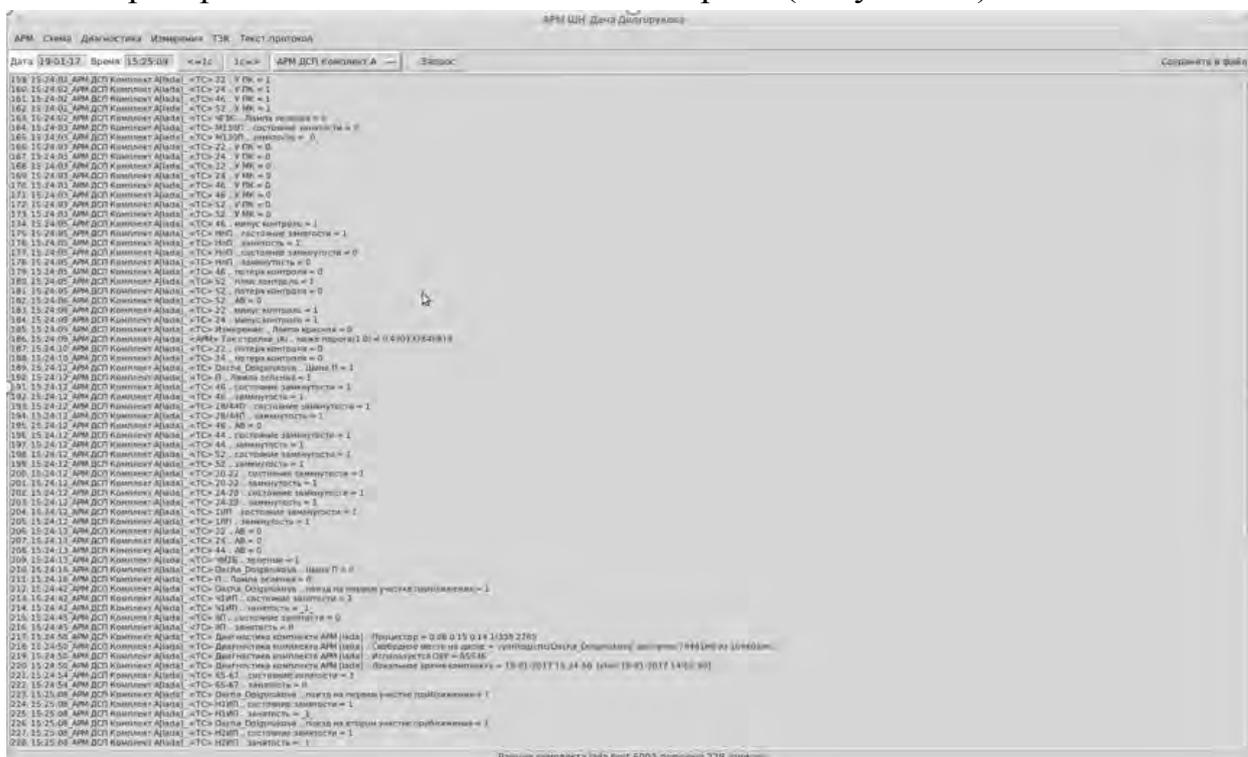

Рисунок 19. Список элементов контроля.
7.3.3. Проверить состояние элементов контроля (Рисунок 19).